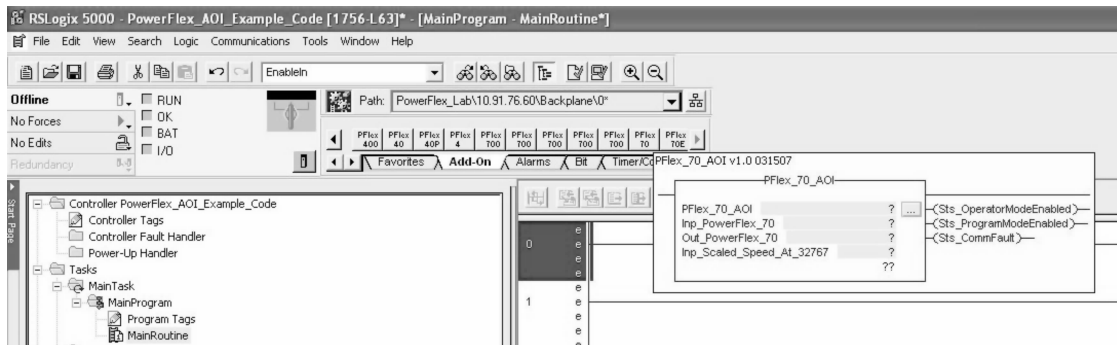

图 24-19 PowerFlex 用户自定义指令
2) 选择 PowerFlex 用户自定义指令 (即 PFLex 70), 如图 24-19 所示。